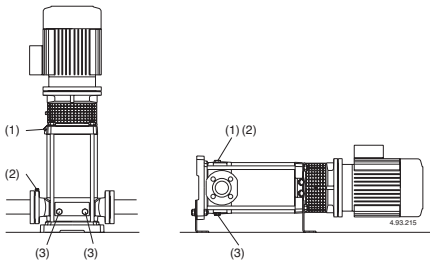

Fig. 4 (1) Llenado y purga
Con la **bomba por encima del nivel de agua** a elevar, (funcionamiento en aspiración, (**Fig. 3A**), o con una carga insuficiente, (inferior a 1 m) para abrir la válvula de retención, llenar el tubo de aspiración y la bomba a través del orificio (1) (**fig. 4**).
(2) Purga aspiración
(3) vaciado
Con el nivel de agua en aspiración por encima de la bomba, (funcionamiento bajo carga, fig. 3B), llenar la bomba abriendo lentamente y completamente la compuerta del tubo de llegada teniendo la compuerta de la impulsión abierta y también los agujeros de purga (1), (2) (fig. 4) para hacer salir el aire.
Cerrar los agujeros de purga (1), (2) (fig. 4), para MXV-B, MXV(L) 25-32-40 und MXV(L)4 25-32-40 Atornillar los tornillos tipo pasador (17.17) del tapón de vaciado (14.12) (fig. 4b), y cerre el orificio de purga (14.04).
Si se verifica una pérdida del cebado, (interrupción en el flujo de impulsión, estando las compuertas abiertas), o si se nota una oscilación de la presión indicada en el manómetro, repetir el purgado del lado aspiración (2) verificar que todas las juntas del tubo de aspiración estén perfectamente herméticas y cerrar el tornillo de cebado (2), y los tornillo de vaciado (3) en el lado de aspiración (fig. 4).
Posiblemente, como el caso de empleos temporales con líquidos sucios, hacer funcionar brevemente la bomba con agua limpia para remover los depósitos. O bien, después del vaciado proseguir con un lavado metiendo agua (al menos 40 litros) en el agujero de llenado (1) lado impulsión y dejándola salir por el agujero de vaciado (3) lado aspiración (**fig.4**).
Antes del desmontaje desconectar el cable de la caja bornes, cerrar las válvulas en aspiración e impulsión y vaciar el cuerpo bomba, (**fig. 4**)